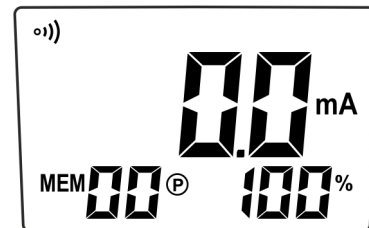

Fig. 24
2. L'instrument affiche le message « **OL Ω** » à l'écran, car il est configuré automatiquement pour la mesure de la résistance. Appuyer brièvement sur la touche **▲A** pour accéder au mode de mesure du courant. S'affiche à l'écran Fig. 24.